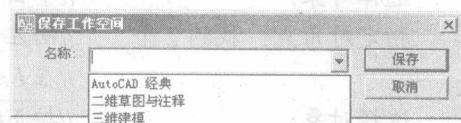

图1-12 【保存工作空间】对话框
- 打开【工作空间】工具栏中的下拉列表，选择【将当前工作空间另存为】选项，弹出【保存工作空间】对话框，如图1-12所示。该对话框【名称】下拉列表中列出了已有的工作空间，选择其中之一或是直接在列表中输入新的工作空间名称，单击【保存】按钮，即可将当前工作空间保存。